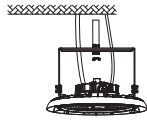

Figure 10
3. Revissez les écrous. (figure 10)